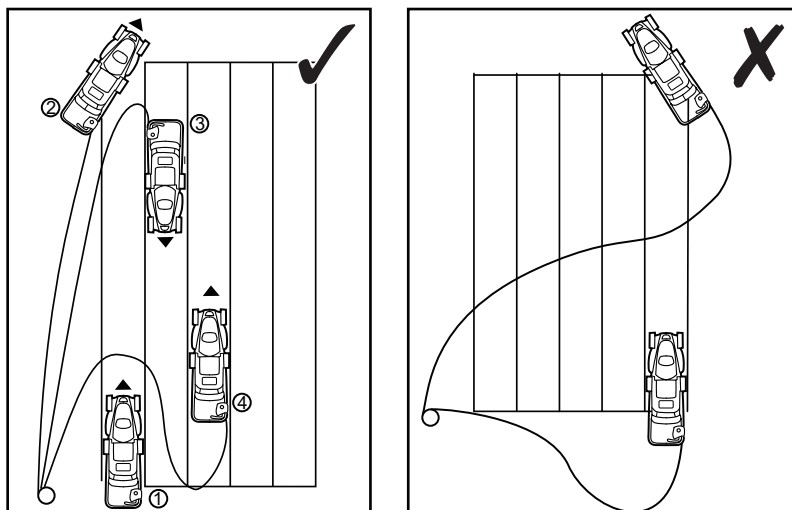

Fig. 15
15. Mantenha os prolongadores afastados das lâminas. As lâminas podem causar danos nos cabos e levar ao contacto com peças sob tensão (Fig. 15).